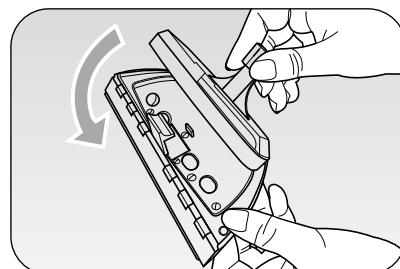

Fig. 6
De ruitenwisser past op de stofborstel (11). Steek de lipjes onderaan op de stofborstel in de haakjes in de onderkant van de borstel. Met de ruitenwischer worden ramen, spiegels en glanzende oppervlakken weer perfect schoon. U kunt hem ook gebruiken om kalk op het glas van de douche te verwijderen (Fig. 6).